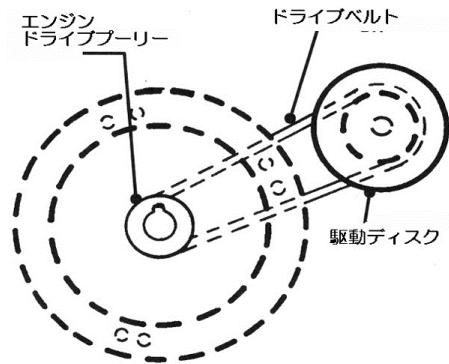

図 6-14
① エンジンベルトの交換
- このモデルはアイドラー ブーリーが無い型式です。(図6-14)